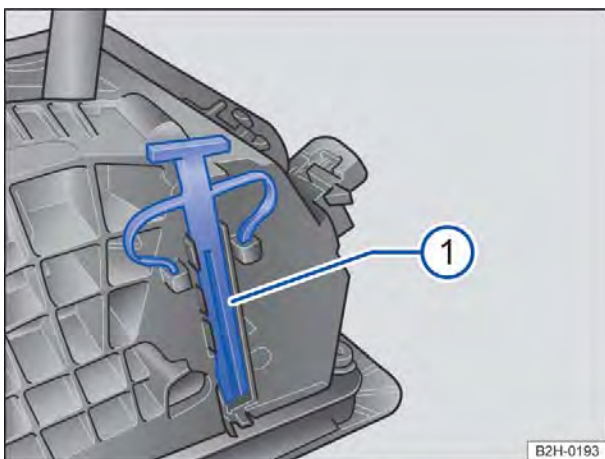

Fig. 148 Destramo de emergência o bloqueio da alavanca seletora
O destravamento de emergência ⇒ Fig. 148  encontra-se debaixo da cobertura do quadro da alavanca seletora, visto pela direção de condução no lado direito. Para destravar o bloqueio da alavanca seletora, é necessário um objeto adequado, por exemplo, uma chave de fenda.
- Pressionar a alavanca de destravamento ⇒ Fig. 148 com os dedos ou com a chave de fenda no sentido da seta e manter nesta posição.